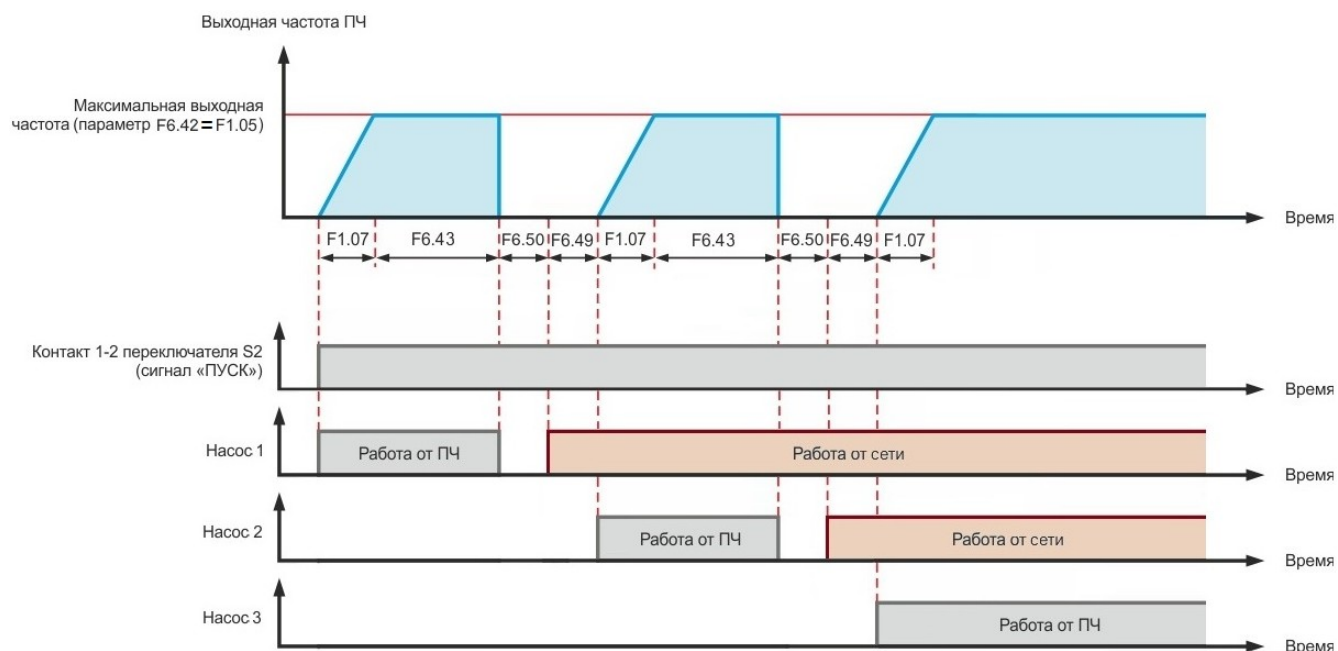

Рисунок 2 — Циклограмма работы ПЧ
- С помощью параметров F6.34... F6.36 (режим работы электродвигателя) задается логика управления насосами — **с переменным мастером**, т. е. каждый насос сначала подключается к ПЧ, а затем, при выполнении заданных условий, переключается на прямое питание от сети (см. рисунок 2 — Циклограмма работы ПЧ). Условия переключения насосов задаются параметрами F6.41... F6.50.